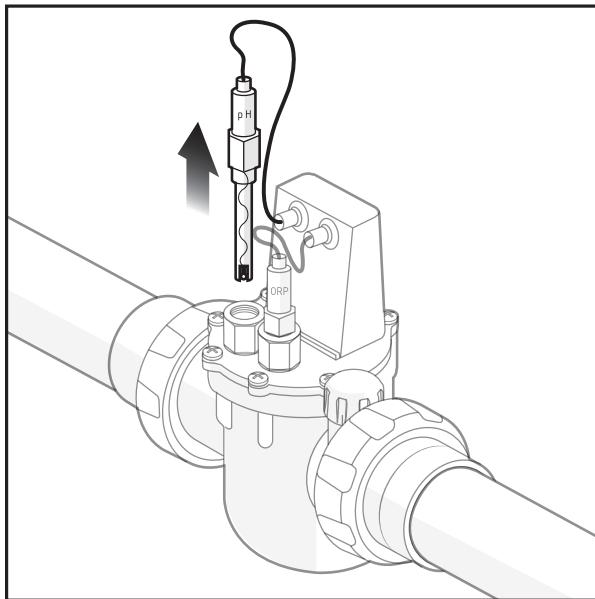

Figura 6. Extraiga el sensor de pH
5. Afloje el accesorio de compresión izquierdo azul y levante con cuidado el sensor de pH del alojamiento plástico. NO toque el tubo de vidrio. Consulte la Figura 6.